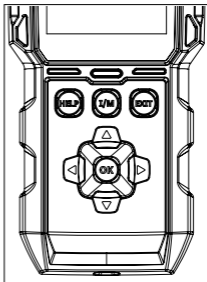

Abbildung 3.4.2
- Zum Ausführen der I/M-Bereitschaftsfunktion können Sie auch die I/M-Schnelltaste drücken. (Siehe Abbildung 3.4.2)